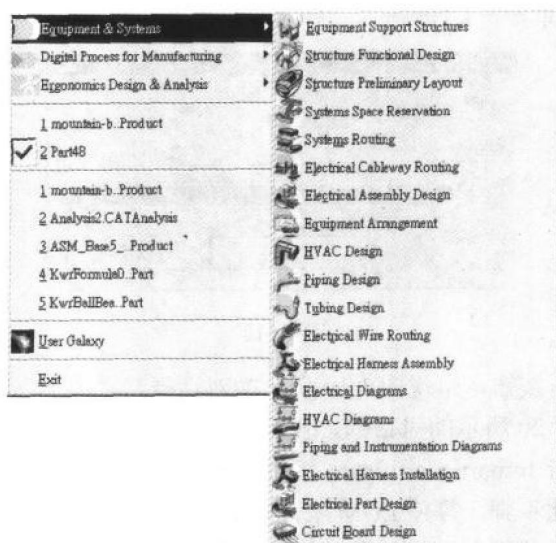

图 1.15
- **Equipment & Systems:** 提供各种系统设备的建置, 管路和电线配置, 以及电子零件配置等功能, 如图 1.15 所示。